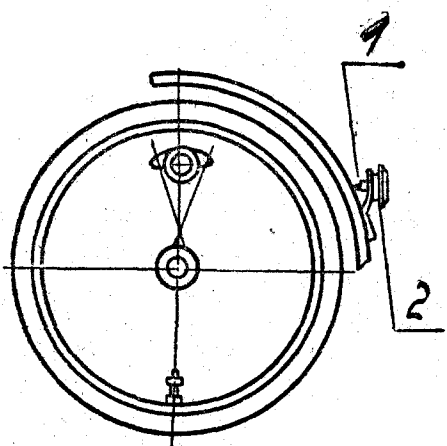

Рис. 12.
Световозвращатель задний (Рис. 12) устанавливается на кронштейн заднего шитка, закрепив его колпачковой гайкой (1) через контргайку или шайбу (2).